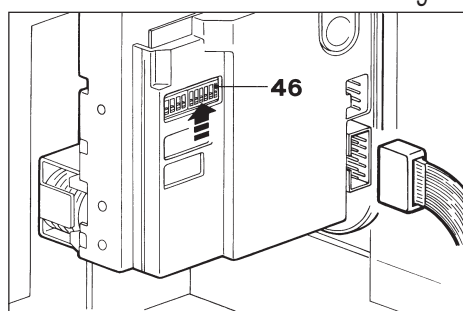

Fig. 17
- Raccorder le câble plat au monnayeur (Fig. 17).
- Il est possible d'empêcher le monnayeur d'accepter une ou plusieurs des pièces programmées en réglant le switch (46). Pour ce faire, déplacer vers le haut les curseurs des canaux que vous voulez bloquer (Fig. 17).